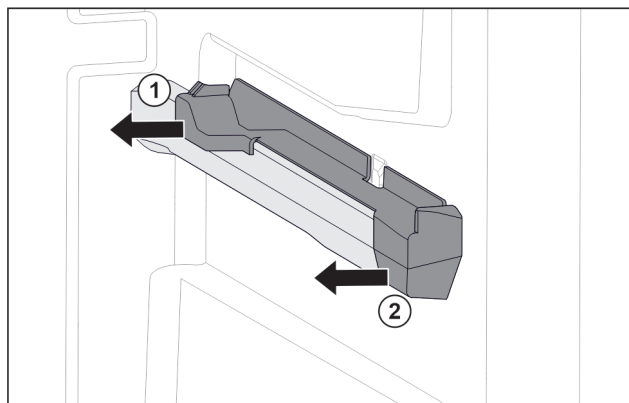

Fig. 93 Nasazovací díl na pravém žebrování na nádoby
- ▶ Stáhněte nasazovací díl vzadu na stranu. Fig. 93 (1)
- ▶ Stáhněte nasazovací díl vpředu na stranu. Fig. 93 (2)